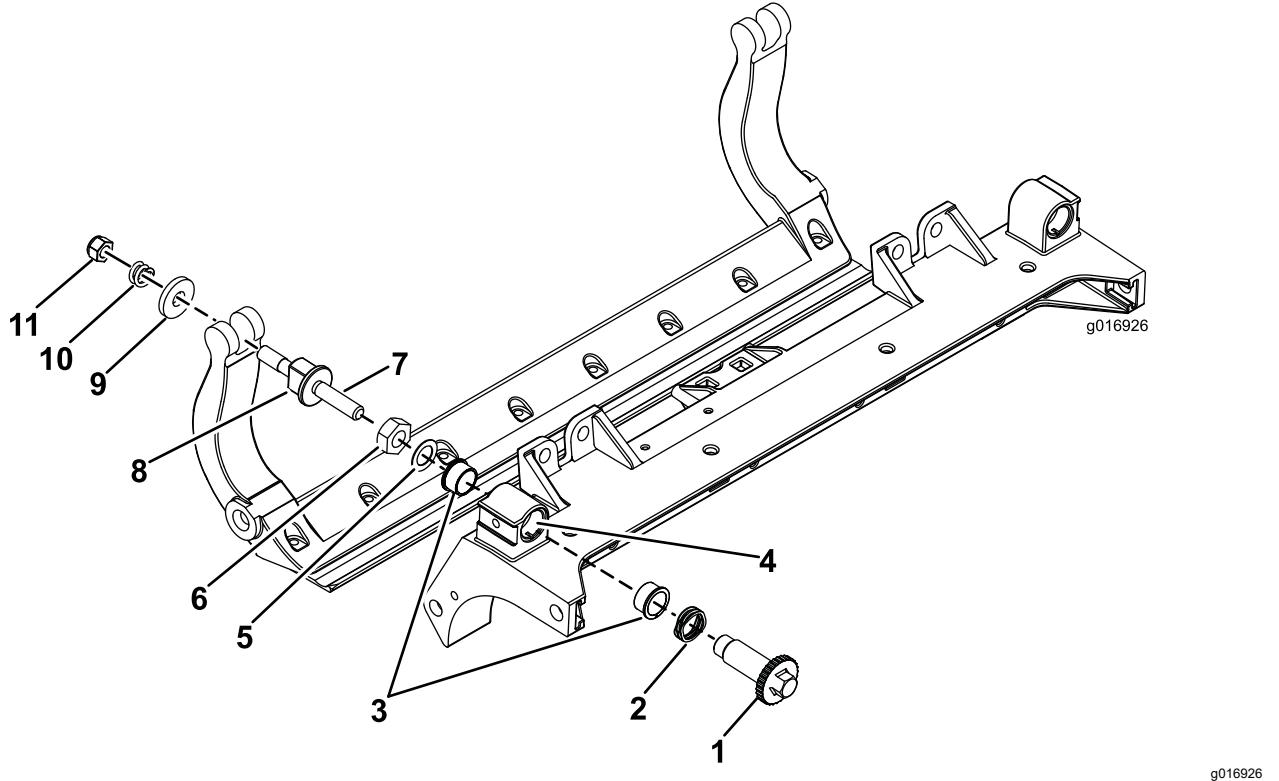

Bild 37
1. Entfernen Sie alle Teile (siehe *Installationsanleitung* für das HD-DPA-Kit und Bild 37).
2. Tragen Sie ein Gleitmittel innen im Büchsenbereich am mittleren Schneideinheitsrahmen auf (Bild 37).
3. Fluchten Sie die Keile an den Flanschbüchsen mit den Schlitten im Rahmen aus und setzen Sie die Büchsen ein (Bild 37).
4. Legen Sie eine Wellenscheibe auf die Einstellerwelle und schieben Sie die Einstellerwelle auf die Flanschbüchsen im Rahmen der Schneideeinheit (Bild 37).
5. Befestigen Sie die Einstellerwelle mit einer Flachscheibe und einer Sicherungsmutter (Bild 37).
12. Legen Sie eine Stahlscheibe außen auf jede Nylonscheibe (Bild 37).
Hinweis: Die Scheiben innen können einen Abstand aufweisen (Bild 37).
zusammengedrückt ist, lösen Sie die Mutter dann um eine halbe Umdrehung (Bild 37).